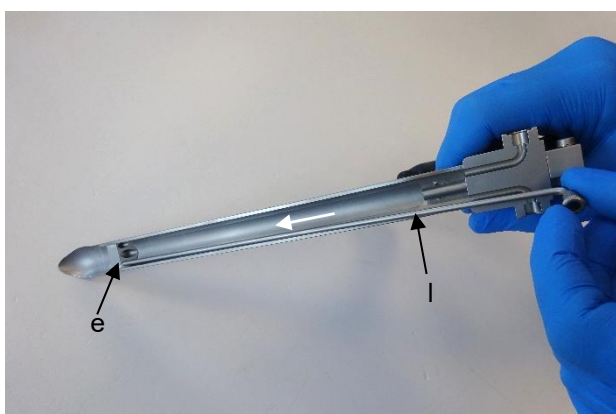
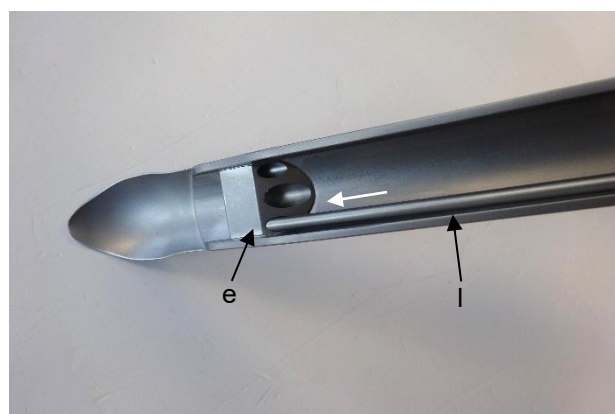

Fig. 8a
Fig. 8b
4. Pour positionner la canule d'aspiration à droite, introduire d'abord la canule d'aspiration (m) dans l'ouverture prévue pour EVH-3 sur le côté droit (e) (fig. 8a et fig. 8b). Ensuite, placer l'extrémité proximale de la canule d'aspiration (m) dans le logement de profil prévu pour EVH-3 sur le côté droit (d) (fig. 8c et fig. 8d).